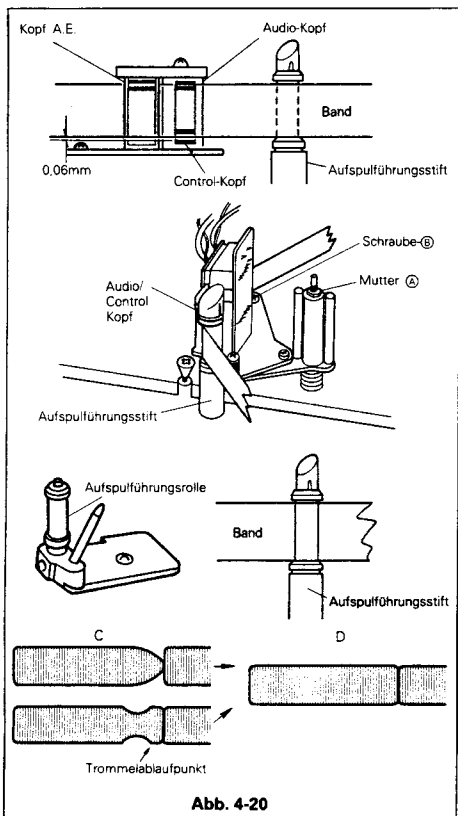

Abb. 4-20
(11) Die FM-Amplitude am Ablaufpunkt des Bandes von der Trommel ist auf die gleiche Weise einzustellen wie für den Auflaufpunkt. Hat die FM eine Form entsprechend C in Abb. 4-20, so muß die Aufspulführungsrolle so eingestellt werden, daß eine Amplitude entsprechend "D" erzeugt wird.
(12) Hebt sich das Band vom Aufspulführungsstift ab oder knittert, so muß die Schraube C des Audio-/Control-Kopfes entsprechend Abb. 4-20 eingestellt werden.
(13) Gleichzeitig muß die Höheneinstellmutter A des Audio-/Control-Kopfes gedreht und die Höhe des Kopfes entsprechend dem Band eingestellt werden. Das Band muß entsprechend den in Abb. 4-20 angegebenen Kriterien angehoben oder abgesenkt werden.